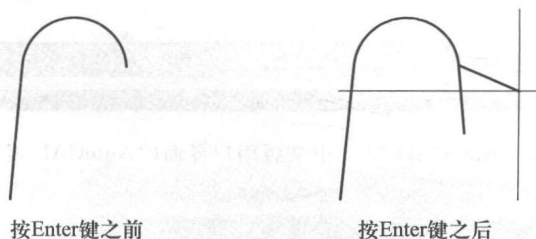

图 1-7 使用最近绘制的圆弧绘制圆弧切线
2) 如果最近绘制的对象是一条圆弧,则它的端点将定义为新直线的起点,并且新直线与该圆弧相切,如图 1-7 所示。